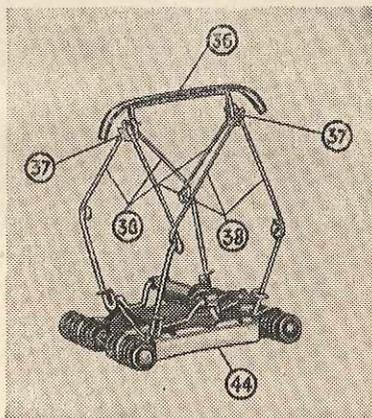

Abb. 7
Beim Fahren mit Oberleitung unterliegt der Schleifbügel (36) natürlich auch einer Abnutzung. Das Auswechseln kann bei Beachtung des Nachstehenden von jedermann ausgeführt werden. Die beiden nach oben gestellten Lappen unter dem Schleifstück (37) werden waagrecht nach außen gebogen, die Scheren-Oberteile (38) aus dem Bügel (36) gelöst, der neue Bügel von der Ersatzteil-Garnitur: Bügel Type 30/60/6 eingesetzt und die am neuen Bügel schon waagrecht stehenden Lappen (37) mit einer flachen, schmalen Zange nach oben gebogen. Die kompletten Stromabnehmer (Abb. 7) sind leicht auszuwechseln. Es brauchen hier nur die beiden Schrauben an der Bodenplatte (44) gelöst und die Anschlußleitung abgelötet werden.